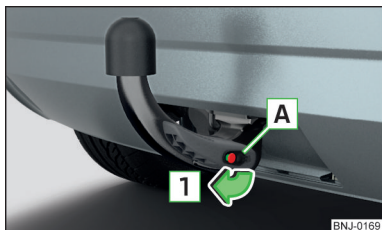

Abb. 253
- › Die Kappe **A** vom Schloss in Pfeilrichtung **1** » Abb. 253 abnehmen.